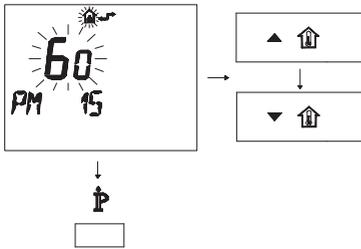

Fig. 5.52
- Modificare il SET programmato agendo sui pulsanti \blacktriangle IP o \blacktriangledown IP fino a visualizzare un **set di 60**, aspettare che il numero programmato cominci a lampeggiare (Fig. 5.52).